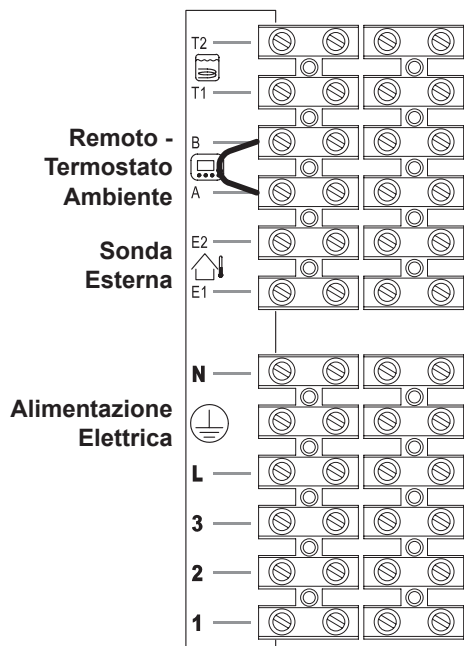

Figura 5.18
- Collegare il cavo di alimentazione elettrica proveniente dall'interruttore onnipolare alla morsetteria di alimentazione elettrica della caldaia Figura 5.18 rispettando la corrispondenza della linea (filo marrone) e del neutro (filo azzurro).
Per il collegamento di un termostato ambiente servirsi dei morsetti indicati in Figura 5.18.